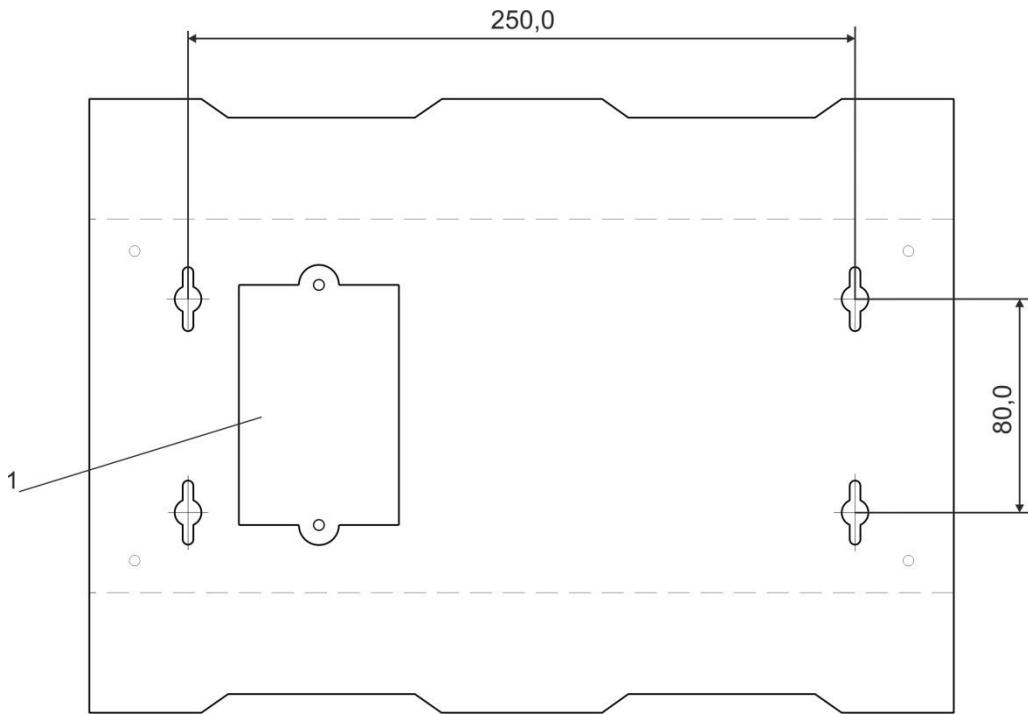

Рисунок 5.2. Монтажная схема крепления
- Снять крышку (**рис.5.2, поз.1**), расположенную на задней стороне корпуса, открутив 2 самореза.
- Закрепить световой маяк на стене через проушины на задней стороне корпуса с помощью саморезов (см. рис.5.2).